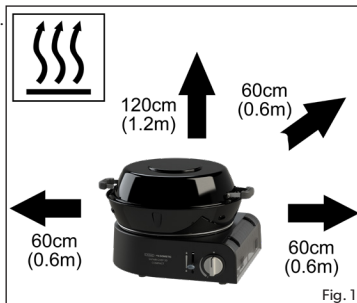

Fig.1
- Zorg ervoor dat het toestel gebruikt wordt op afstand van brandbare materialen. Minimale veilige afstanden boven het toestel - 1,2m, aan de achterkant en zijkanalen - 0.6m. (fig.1)